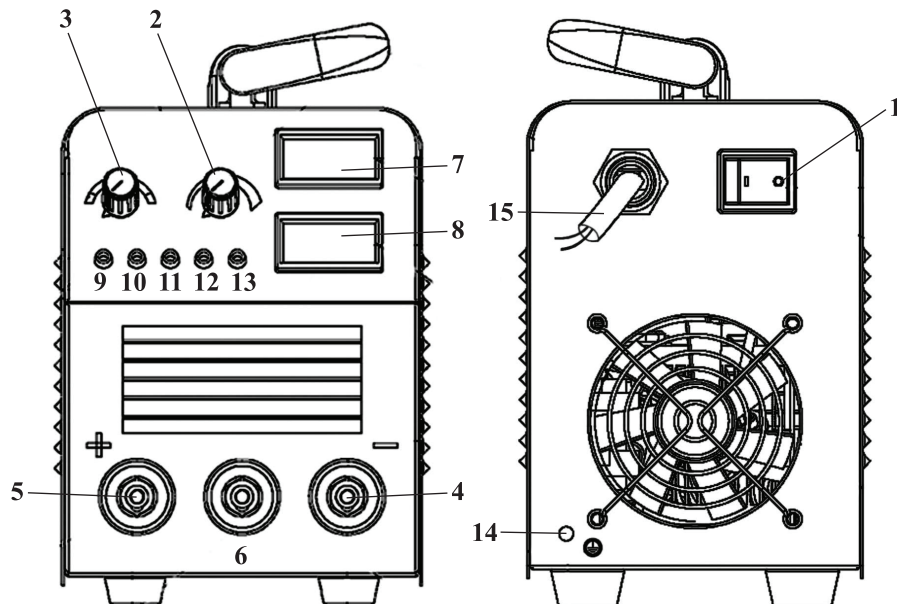

рис. 1
Общий вид инвертора схематично представлен на рис. 1:
6.1.5 Сварочный кабель с электрододержателем подключается к быстрозажимной клемме «плюс» **5** (рис. 1), за исключением случая использования кислотных электродов. В любом случае, сначала ознакомьтесь с инструкцией на упаковке электродов.
6.1.6 Кабель массы (обратный кабель) подключается к быстрозажимной клемме «минус» **4** рис. 1 и подключается к рабочей поверхности, как можно ближе к месту сварки.
6.2.3 При отключённой вилке сетевого кабеля, подсоедините два кабеля с зажимами для зарядки из комплекта поставки к соответствующим клеммам поз. **4;6** (рис. 1).
В зависимости от номинального напряжения аккумулятора выберите 1 из возможных режимов (12В, 24В, 36В) переключателем поз. **3** (рис. 1). Регулятором поз. **2** (рис. 1) устанавливается сила тока зарядки.
7.1.1 В большинстве случаев сварочный кабель с электродом подключается к быстрозажимной клемме «плюс» **5** рис. 1, однако есть некоторые виды электродов, подключаемых к быстрозажимной клемме «минус» **4** рис. 1, поэтому подключать сварочные кабели следует в соответствии с полярностью аппарата «+» и «-» и типом электродов.
7.1.3 Ток сварки устанавливается с помощью регулятора **2** рис. 1.
7.2.1 Амперметр поз. 7 (рис.1) покажет величину тока поступающего к батарее (начало зарядки). Во время зарядки, величина тока медленно опустится до минимального значения, в зависимости от ёмкости и состояния батареи. Вы можете оценить заряд аккумуляторной батареи при помощи показаний амперметра.